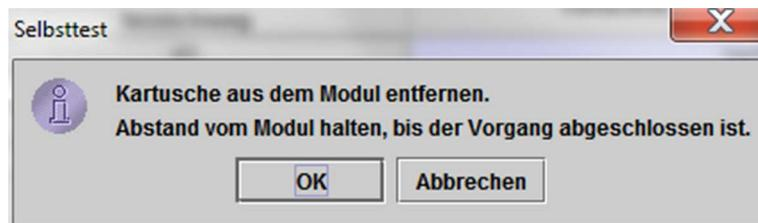

Abbildung 9-35. Dialogfeld „Selbsttest“
5. Klicken Sie auf **Selbsttest**. Das Dialogfeld „Selbsttest“ wird geöffnet. Siehe Abbildung 9-35.